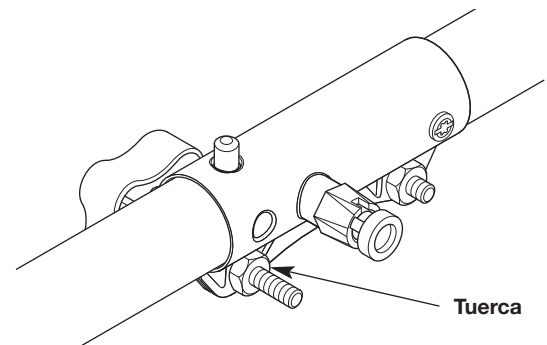

Fig. 4
**NOTA:** No ajuste demasiado la tuerca (Fig. 4).